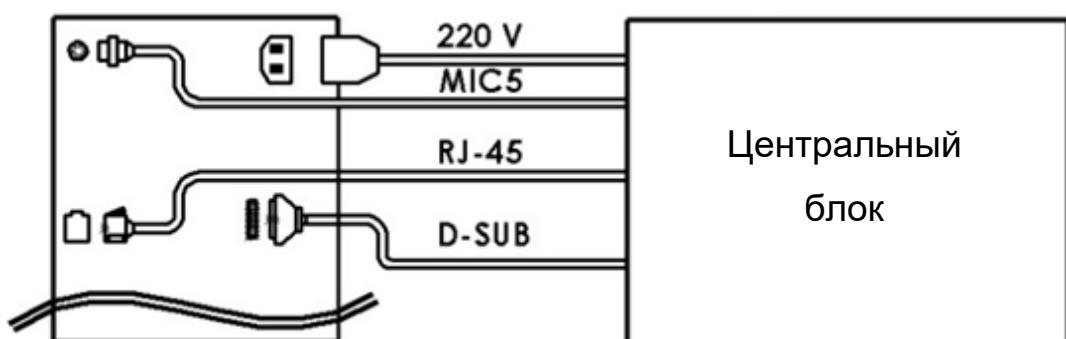

Рисунок 8
– установить разъёмы D-SUB в соответствующие ответные гнёзда на обеих боковых панелях (рисунок 8);
– подсоединить кабель электропитания к верхнему разъёму на соответствующей боковой панели, на нижний разъём которой планируется подавать напряжение (рисунок 8) (по умолчанию кабель подключен к разъёму в верхней крышке контрольного блока);
- подсоединить разъёмы RJ-45 и MIC 5 к соответствующим ответным гнёздам на обеих боковых панелях (рисунок 8) (опция);